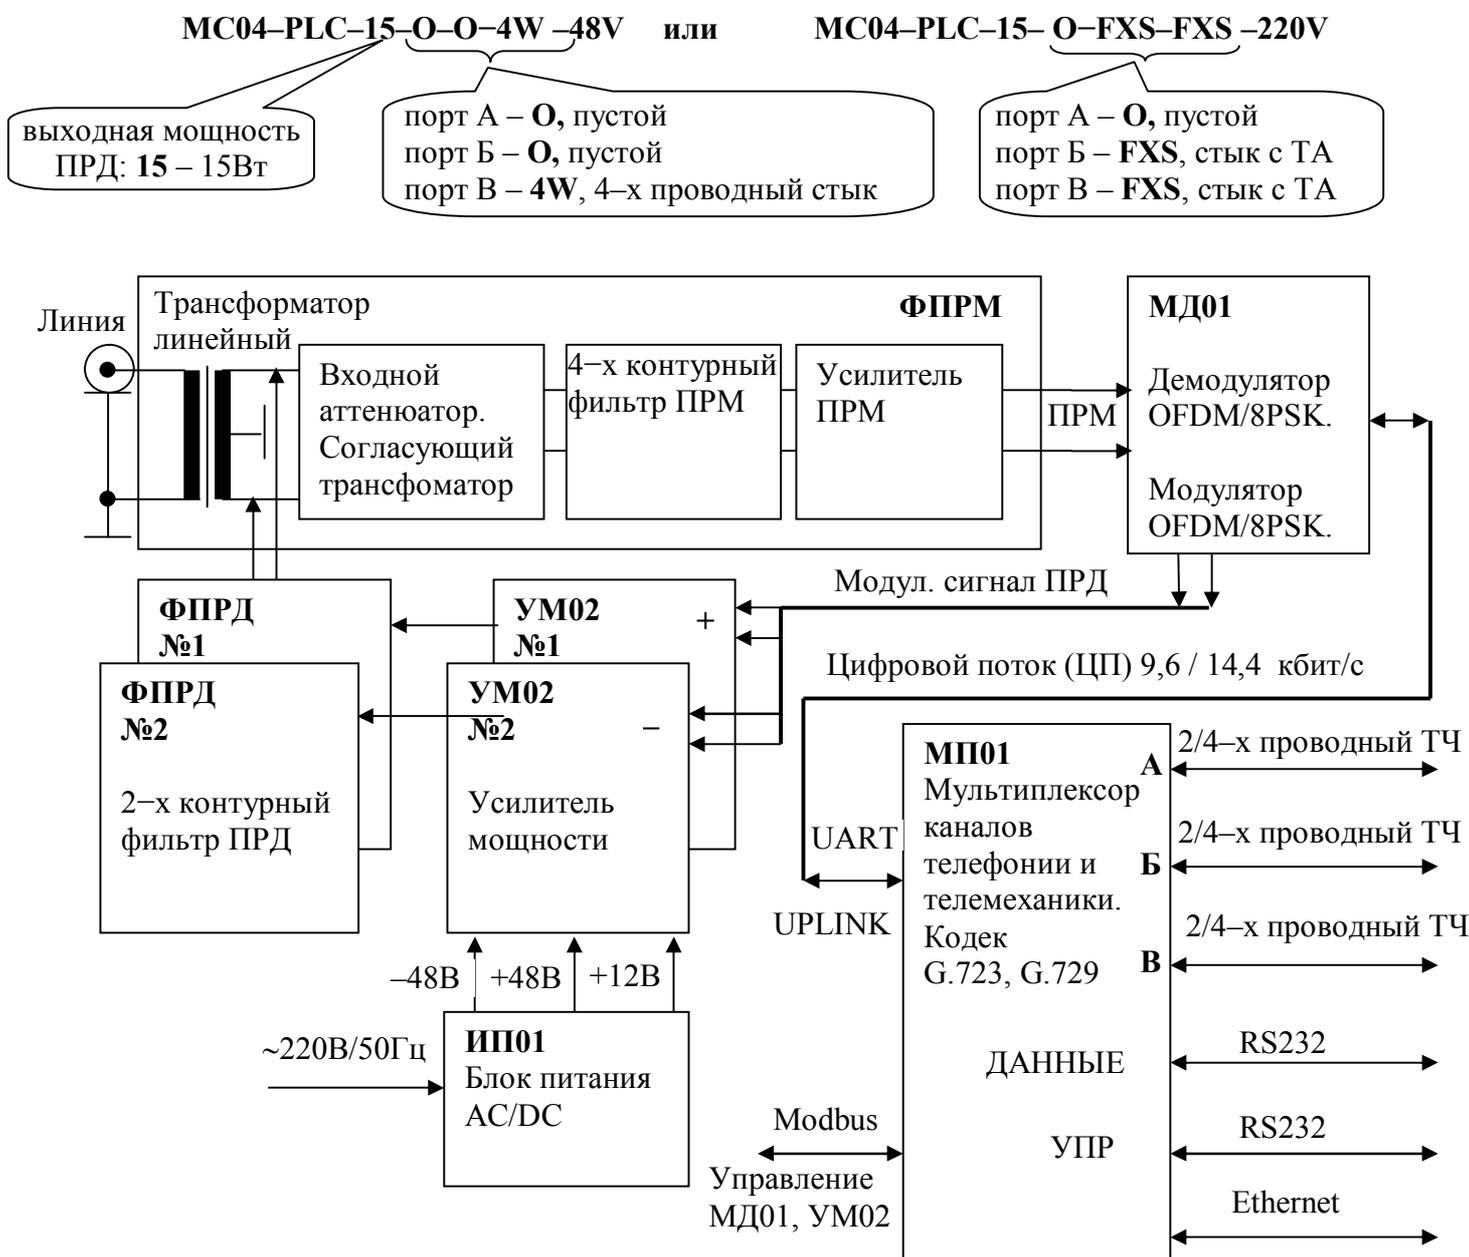
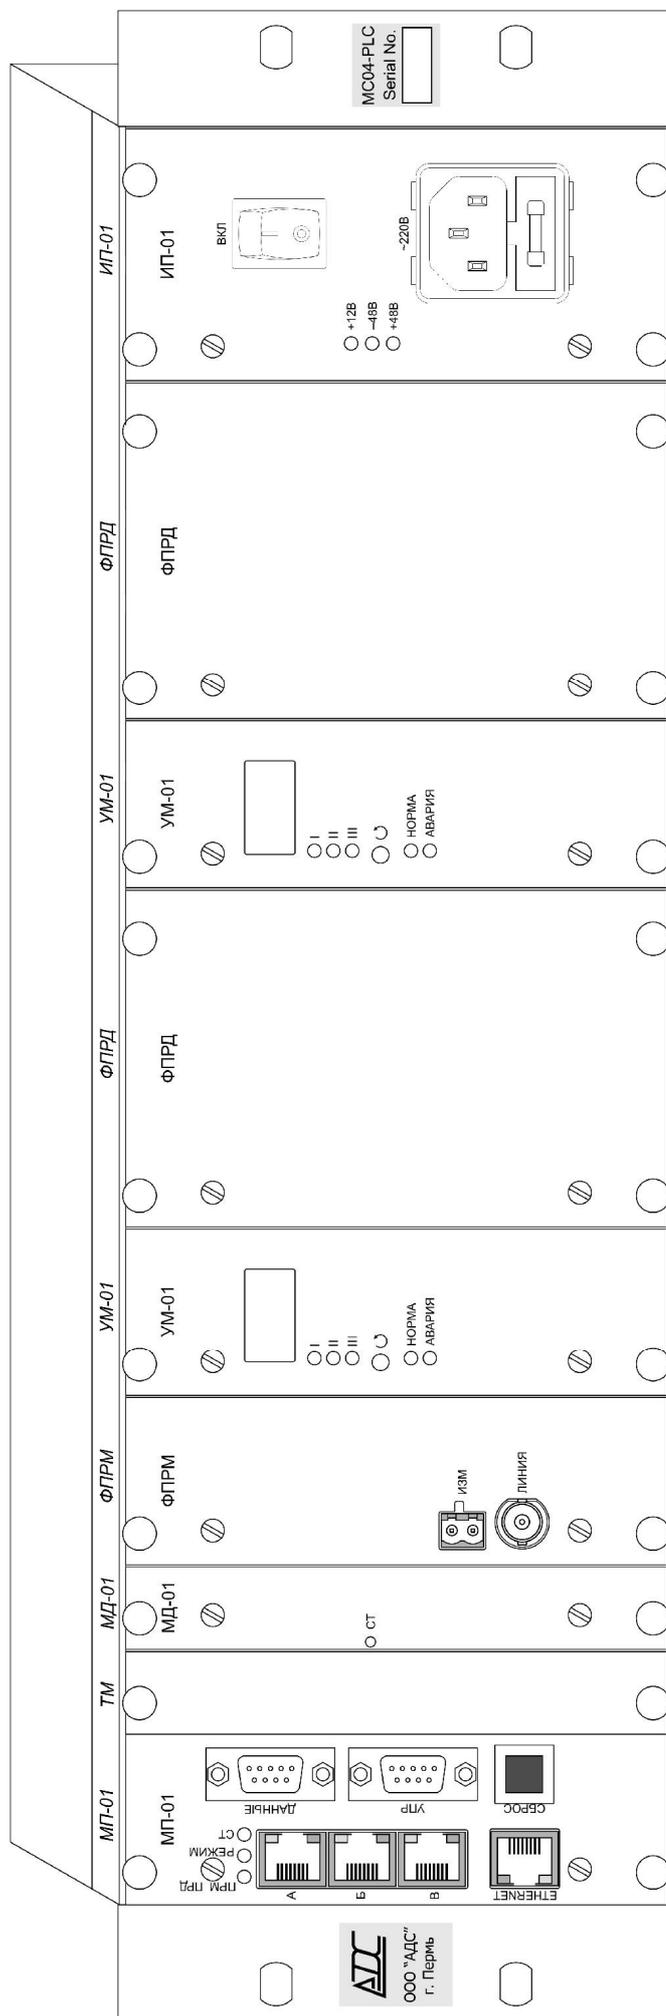

Рис.1. Структурная схема блока MC04-PLC.
Рис.2. Внешний вид блока MC04-PLC.
Конструктивно аппаратура выполнена в виде блока 19 дюймов высотой 3U, в который устанавливаются следующие функционально-конструктивные модули (рис.1 и рис. 2):
2.1.4. Разъемы и индикаторы на лицевой панели платы МП01 (рис. 2):